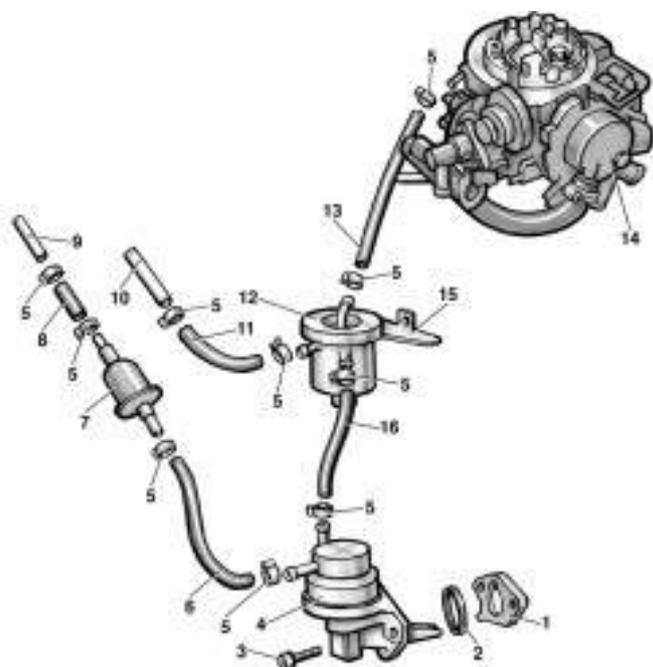

Рис. 5.14. Топливный насос карбюраторного двигателя:
- ослабьте хомут 5 (см. рис. 5.14);